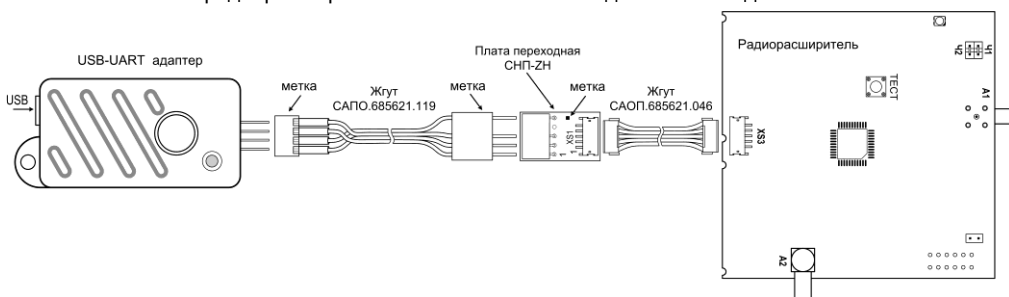

Рис.2 Подключение адаптера к радиорасширителю
5. Присоедините при помощи жгута САПО.685621.119, переходной платы СНП-ZH и жгута САОП.685621.046 адаптер к радиорасширителю прибора «Гранит-Р». Жгут САПО.685621.119 подключается к адаптеру розеткой, а к переходной плате – вилкой, с учётом меток, как показано на рис.2. Жгут САОП.685621.046, разъёмы XS1 переходной платы и XS3 радиорасширителя имеют «ключи» и подключаются однозначно.